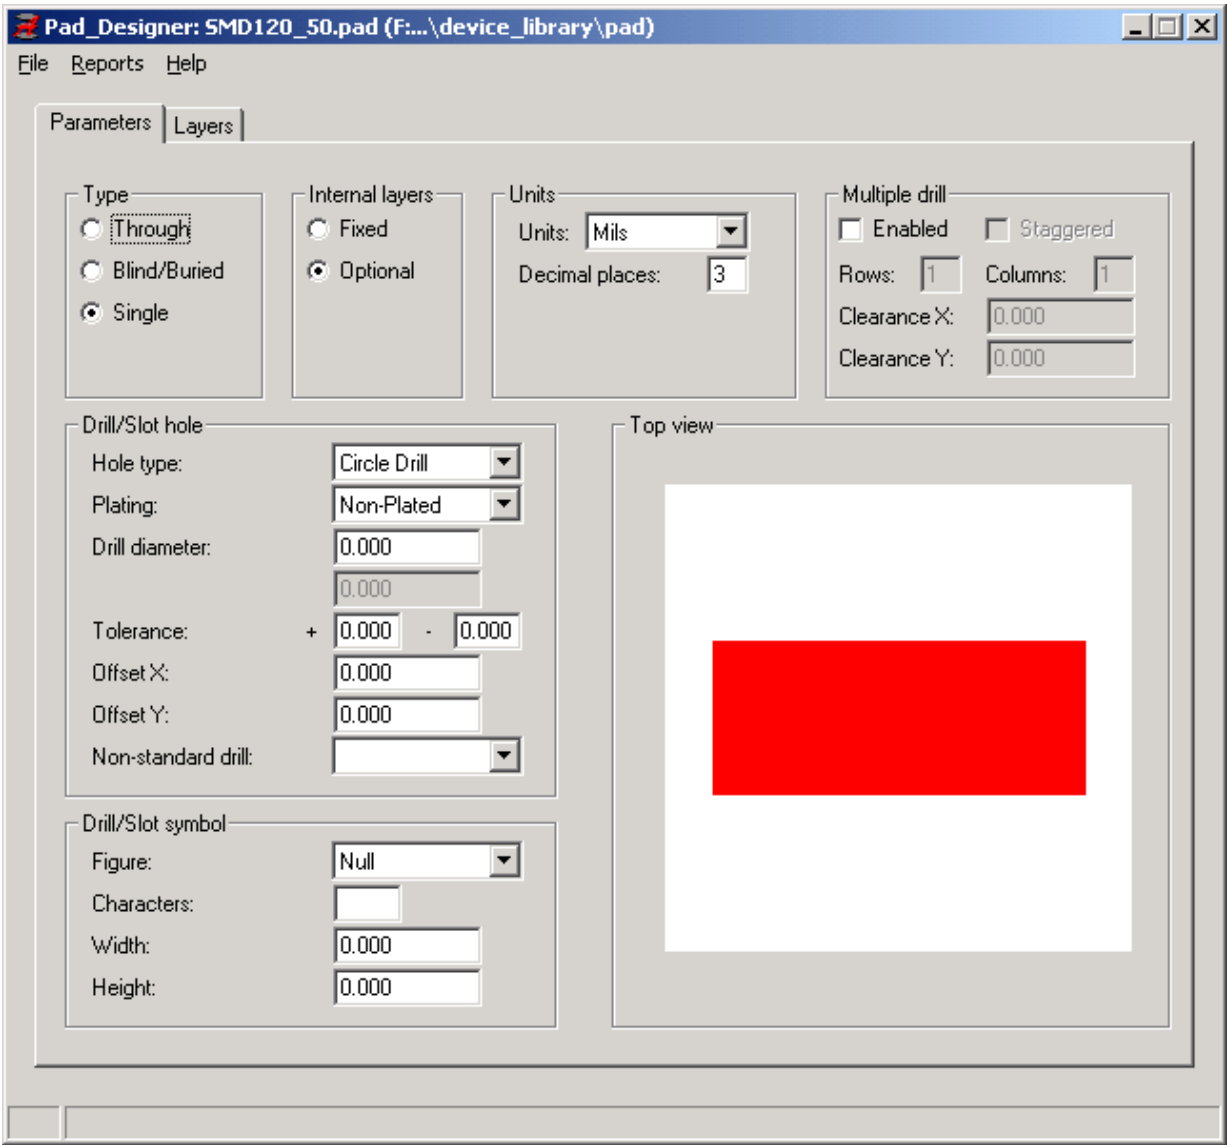

图 6-9 设置 [Parameters]选项卡
- 3)在[Parameters]选项卡中进行如下设置见图 6-9